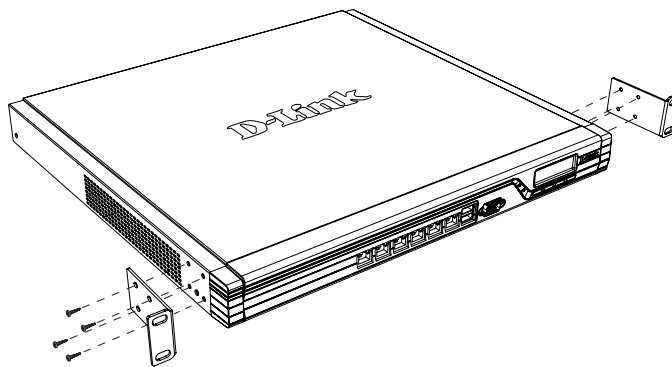

Figure 5. Fixation des supports de montage en bâti
1. Montez les supports de montage de chaque côté du châssis comme indiqué sur la figure 5, puis fixez-les à l'aide des vis fournies.